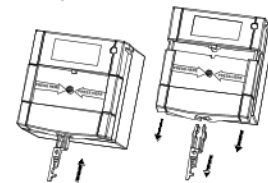
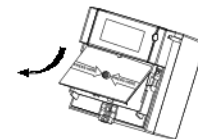
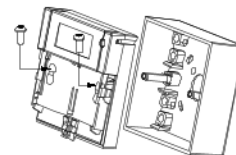

Рисунок 1 – Отделение нижней части передней панели Извещателя СР-660
Рисунок 2 – Демонтаж перемещающегося элемента
Рисунок 3 – Крепежные элементы корпуса Извещателя СР-660 и задней крышки
- для монтажа Извещателя необходимо отделить заднюю крышку от корпуса Извещателя, вставив ключ для возврата перемещающегося элемента и потянув нижнюю часть передней панели вниз от корпуса (рисунок 1). Осуществите демонтаж перемещающегося элемента (рисунок 2). При снятии перемещающегося элемента обнажаются крепежные элементы корпуса Извещателя и задней крышки (рисунок 3);